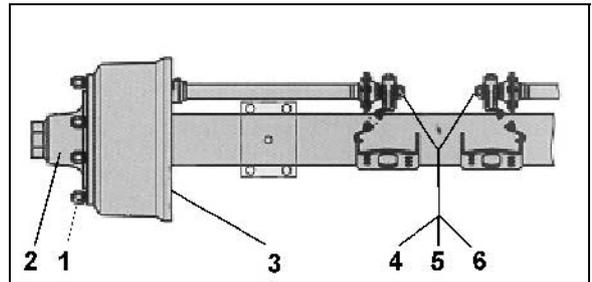

Рис. 94
- **Рис. 94:** Стандартная ось с тормозным механизмом с разжимным кулаком / с лопастным тормозом с разжимным кулаком
- (1) Проверьте плотность посадки гаек колес, при необходимости подтяните, момент затяжки 450 Нм.
- (2) Проверьте зазор подшипника, при необходимости отрегулируйте.
- (3) Контроль накладок тормозных колодок
- (4) Проверяйте регулировку тормозов посредством регулировочного рычага, при необходимости регулируйте.
- (5) Проверяйте регулировку тормозов посредством автом. регулировочного рычага, при необходимости регулируйте.
- (6) Контроль функций автоматического регулировочного рычага
- (7) Регулировка разжимных рычажных тормозов.